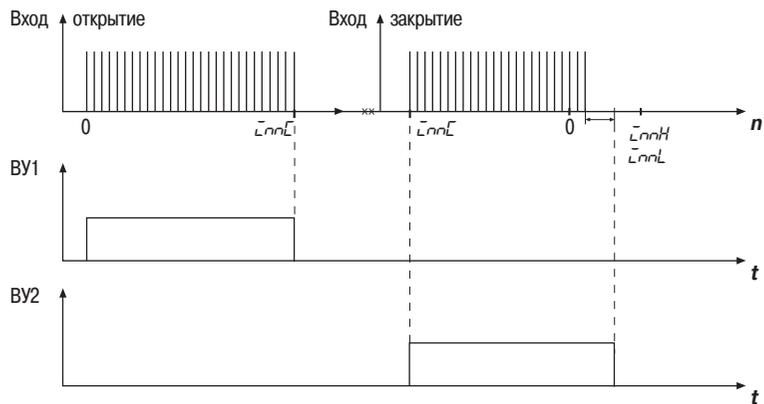

Рис. 8
3.2.9.1.2. При $\bar{P}rE5 = 1$ – открытое положение определяется по достижении значения счетчика, равного значению параметра $\bar{L}n\bar{n}L$ (рис.8);